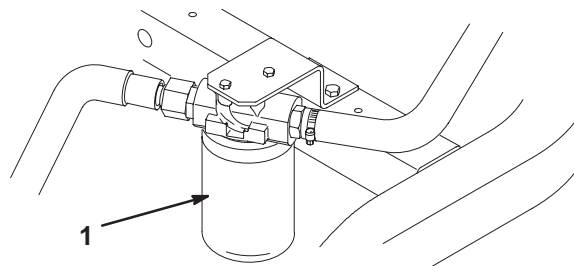

Figure 39
1. Nettoyez la surface autour de la surface de montage du filtre (Fig. 39). Placez un bac de vidange sous le filtre et déposez le filtre.